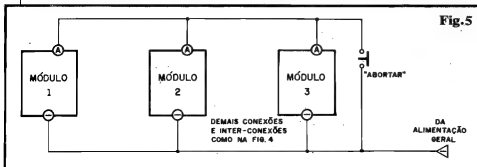

Fig.5
- FIG. 5 - INSTALANDO O CONTRÔLE DE "ABORTAR" -
A solução de interrupção adotada no diagrama da fig. 5 faz com que, qualquer que seja o MÓDULO momentaneamente ativo (em Temporização...) o processo seja interrompido naquela fase...
- 6-B - O "abortamento" individual e localizado pode ser facilmente conseguido, dotando cada MÓDULO do conveniente push-button N.A. entre seus terminais "A" e "-". Dessa forma, qualquer das fases do processo poderá ser interrompida ou "encurtada" (sempre lembrando, contudo, que o "fim" da fase num MÓDULO qualquer, ocasionará o "início" da fase correspondente ao MÓDULO seguinte, a menos que seja usado o método de "aborto coletivo" diagramado na fig. 5...).
Alguns exemplos: usando-se com inteligência alguns simples diodos isoladores, os comandos propostos nas figs. 5 e 6-B poderão ser conjuntamente implementados, proporcionando a opção de "abortamento coletivo" ou "abortamento individual", o que poderá ser bastante conveniente em alguns processos mais complexos... Outras possibilidades: micro-switches ou mesmo sensores eletrônicos especializados (desde que atndam às necessidades de "pulso negativo" nos comandos dos terminais "E" e "A" dos MÓDULOS...) também podem - com o auxílio de inteligentes matrizes de diodos isoladores e "lógicos", automaticamente comandar alterações ou "desvios" previamente planejados na sequência ou no "anel" de eventos!